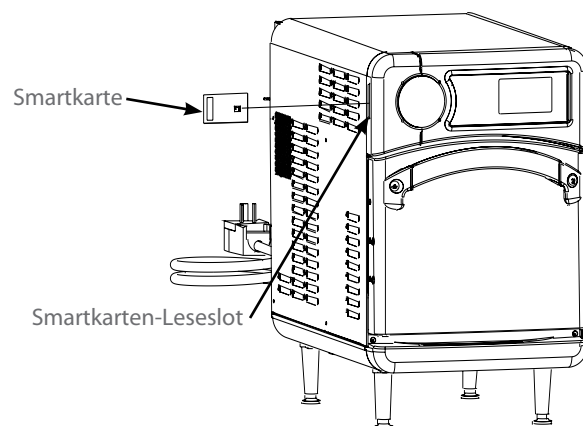

Bild 17: Einstecken der Smartkarte
3. Die Smartkarte einstecken (Bild 17).
1. Die Smartkarte „1 von 3“ einstecken (Bild 17).